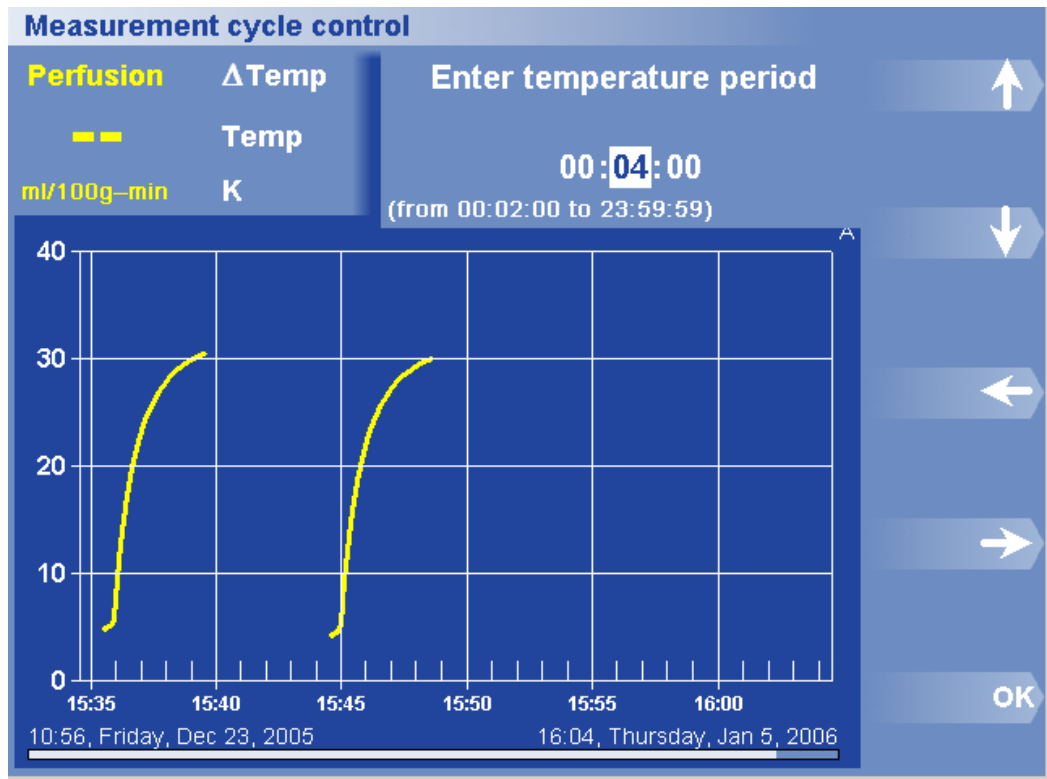

図 40 温度期間ダイアログボックスおよびメニュー
2. Temperature Period (温度期間) を押します。温度期間ダイアログボックスが表示されます (図 40)。